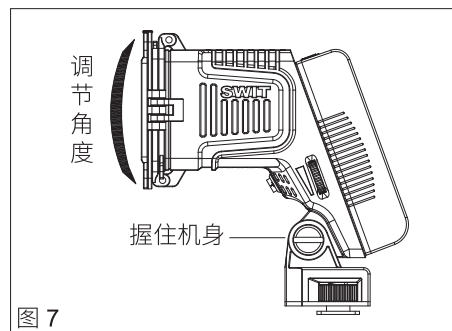

图 7
- ① 顺时针旋转新闻灯上的【安装固定旋钮】，伸出螺丝头。
- ② 将螺丝头对准摄像机手柄上的1/4" 螺纹孔。
- ③ 继续顺时针旋转【安装固定旋钮】，将螺丝头旋入摄像机手柄固定新闻灯。
3. 调整新闻灯的角度：用手握住新闻灯的机身，上下调整灯头的角度。（图7）